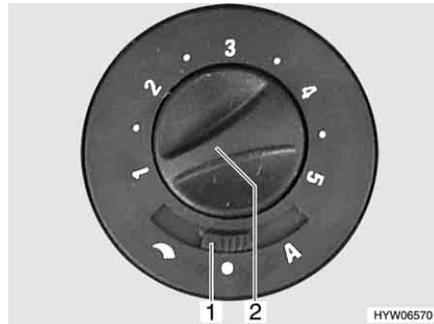

Bild 139 Bedienschalter für Umluftgebläse
- Den Schiebeschalter (Bild 139,1) auf "☾" (Handregelung) oder "A" (Automatikbetrieb) stellen.
- Mit dem Drehknopf (Bild 139,2) die gewünschte Leistung des Umluftgebläses einstellen (Handregelung) oder begrenzen (Automatikbetrieb).
- Den Schiebeschalter (Bild 139,1) auf "●" (Aus) stellen.